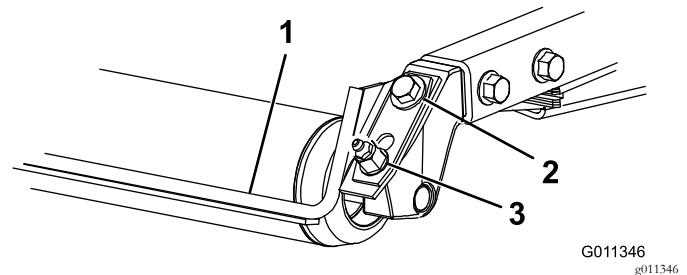

Bild 7
1. Lösen Sie die Schmiernippel und Befestigungsschraube (Bild 7).